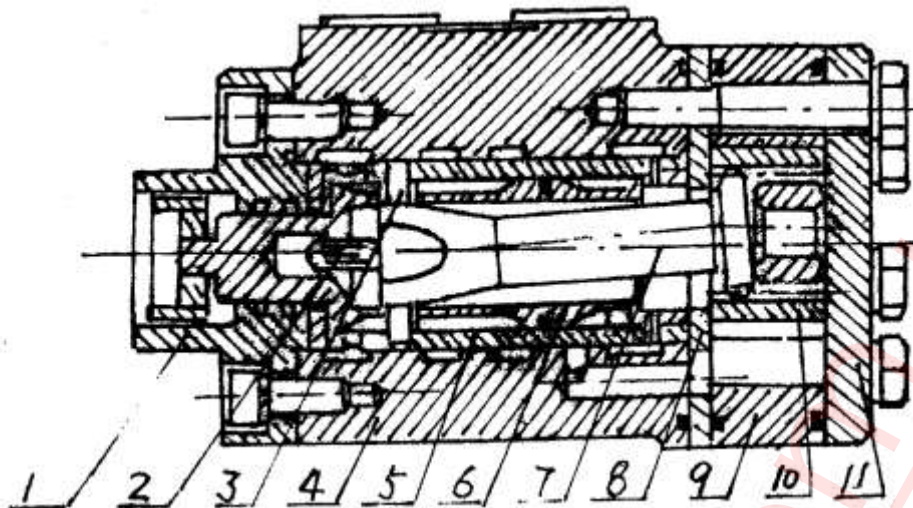

Рис.11. Схема гидравлического рулевого механизма.
а). Структура гидравлического рулевого механизма показана в Рис. 11. Ротационный клапан сервопривода, состоит из клапана (7), втулки клапана (6) и корпуса клапана (5), контролирует направление потока гидравлического масла. Статор (9) и ротор (10) составляют пару циклоидального зубчатого зацепления, которое функционирует как клапан управления потоком, который перегоняет гидравлическое масло в управляющий цилиндр, где находится в непосредственном соотношении с углом поворота рулевого колеса. Сцепление стержня (8) передает вращающий момент.